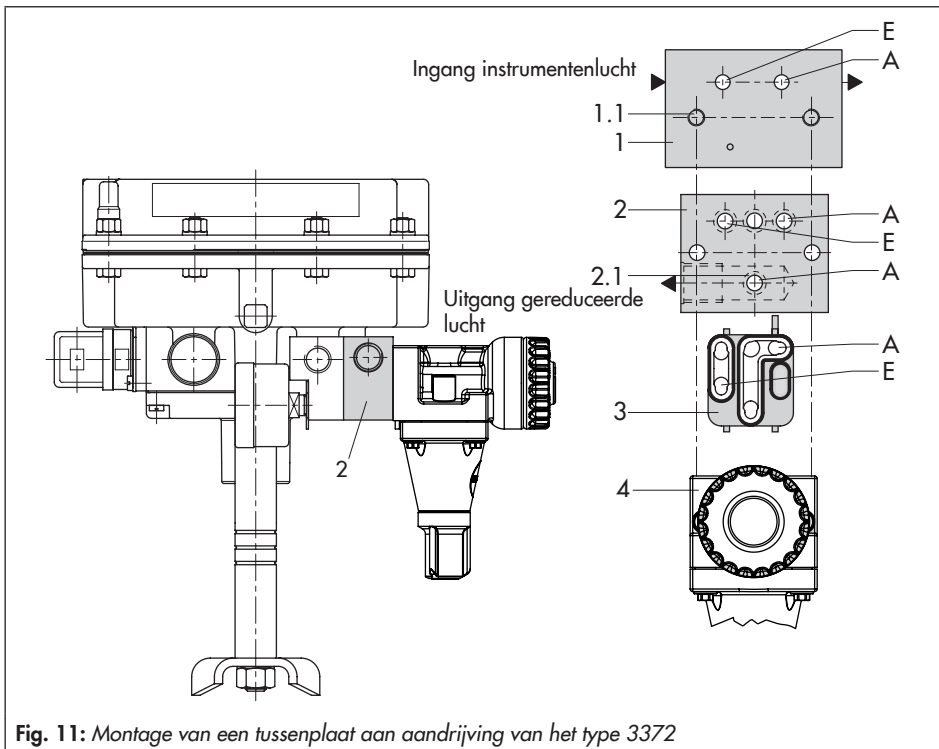

Fig. 11: Montage van een tussenplaat aan aandrijving van het type 3372
1. De bevestigingsschroeven losdraaien en de drukregelaar (4) samen met de vlakke verdelerafdichting (3) van de adapterplaat (1) halen, daarbij de positie van de vlakke afdichting in de drukregelaar niet wijzigen.
→ De lange rubberen tong van de vlakke verdelerafdichting (3) moet altijd in de richting van de regelaaruitgang (gereduceerde perslucht) wijzen (zie Fig. 10 en Fig. 11).
2. Ronde afdichtingen (2.1) in de boringen van de tussenplaat (2) plaatsen.
4. De drukregelaar (4) met de vlakke verdelerafdichting (3) op de tussenplaat (2) plaatsen, de langere bevestigingsschroeven erdoor steken en de onderdelen stevig vastschroeven.